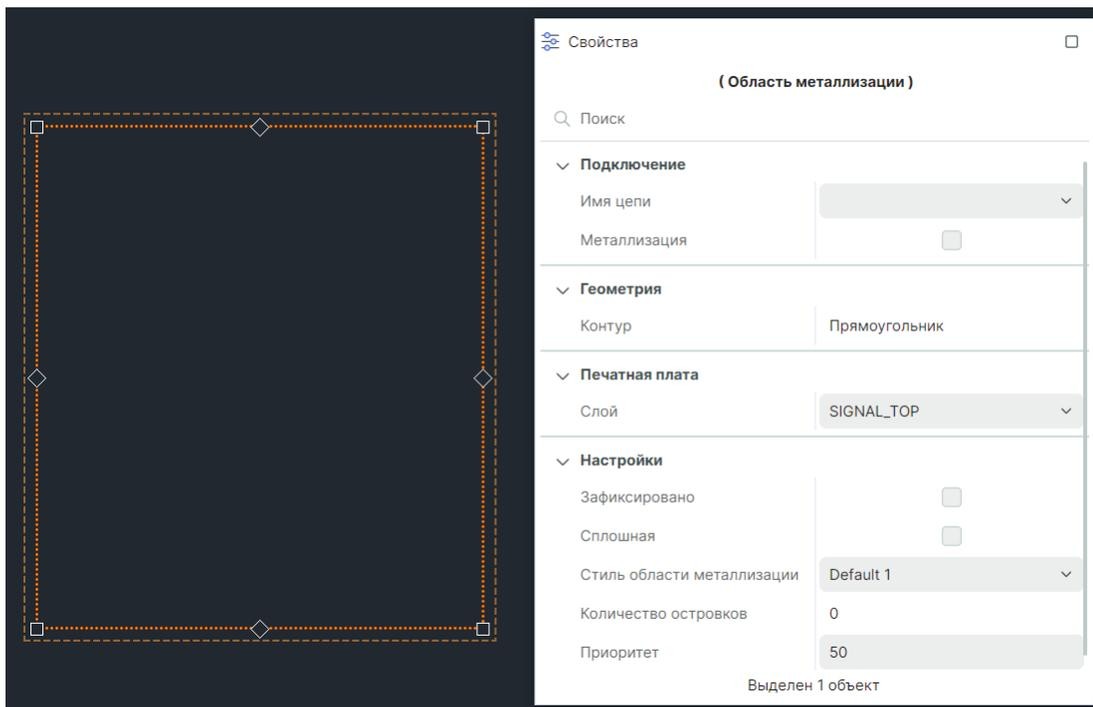

Рис. 429 Область металлизации с контуром прямоугольник и свойства области металлизации
- По завершении построения области металлизации в окне «Свойства» отображаются текущие параметры области металлизации, см. Рис. 429.